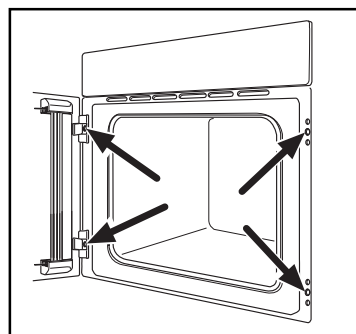

Рис. 38
- Откройте дверцу духовки и прикрепите духовку к корпусу кухонной мебели при помощи четырех шурупов, вставив их в имеющиеся в раме духовки отверстия (Рис. 38).